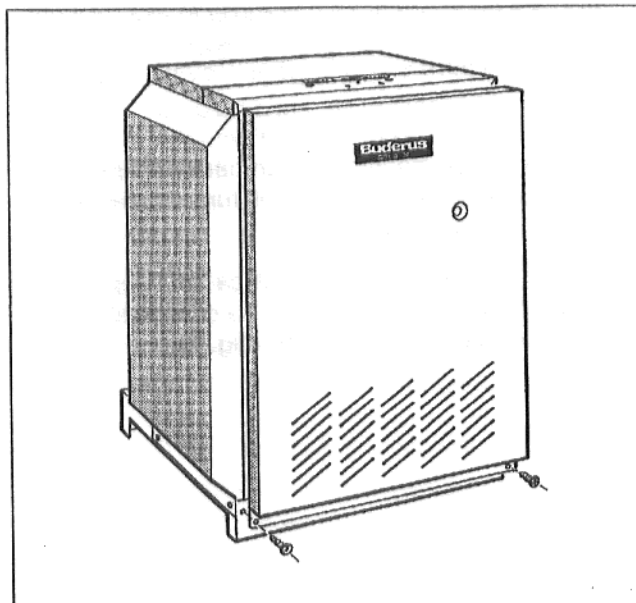

Fig. 4: Scoaterea peretelui frontal al cazanului
- Se scot șuruburile de siguranță de jos de la peretele frontal al cazanului. (Fig. 4).
- Se ridică și se scoate drept înaintea peretele frontal (Fig. 4).